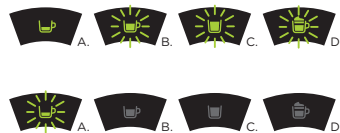

Fig. 16: Programação do botão de extração café expresso.
- Em seguida, aperte o botão de extração de café expresso até os indicadores luminosos dos botões de extração de café expresso longo, chá/infusão e bebida com leite piscarem. Aperte novamente o botão de extração de café expresso, que começa a piscar (cor verde) e dá início à extração (ver **Fig. 16**).